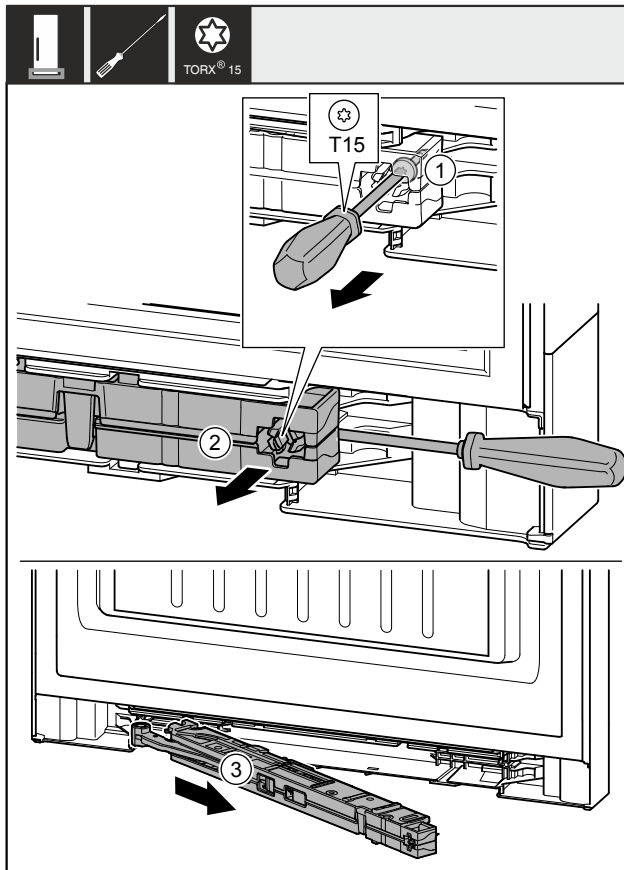

Fig. 12
- Schraube Fig. 12 (1) an Schließdämpfereinheit mit Schraubendreher ca. 14 mm lösen.
- Schließdämpfereinheit Fig. 12 (2) griffseitig mit Schraubendreher nach vorne aushebeln.
- Schließdämpfereinheit Fig. 12 (3) herausziehen.